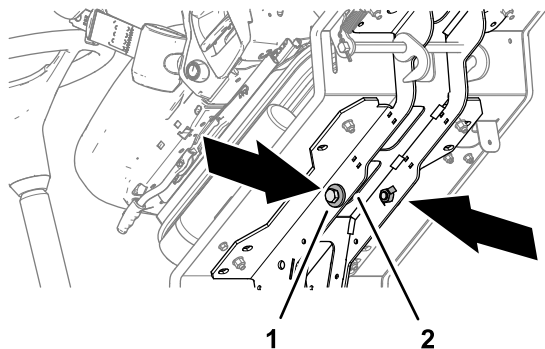

Figura 34
4. Rimuovete i 2 bulloni da 12 x 40 mm e le 2 rondelle da 12 mm che si trovano nelle guide di sostegno della pedana (Figura 34).